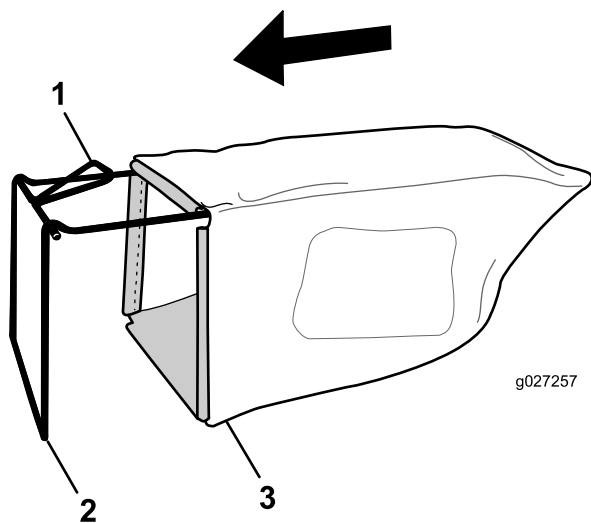

Figura 8
1. Deslize o saco de relva sobre a estrutura como se mostra na Figura 8.
Nota: Não deslize o saco sobre a pega (Figura 8).